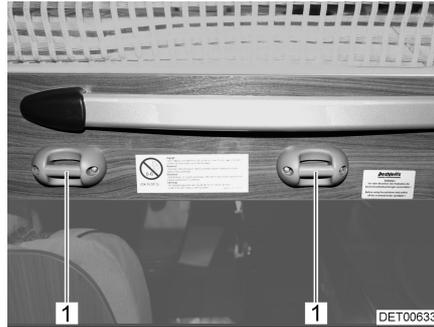

Bild 39 Halterung Aufstiegsleiter
- Aufstiegsleiter mit beiden Bügeln in die Krampen (Bild 39,1) am Hubbett einhängen.